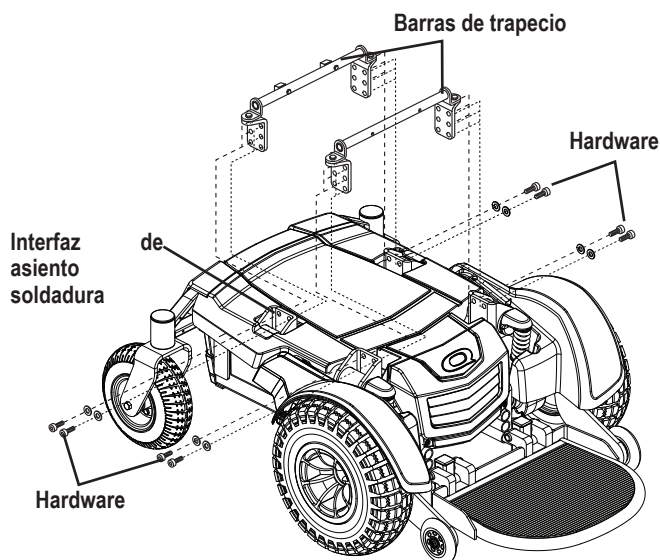

Figura 9. Ajuste de altura/ángulo del asiento
7. Retire el hardware que une las barras trapecoidales a las soldaduras de la interfaz del asiento. **Ver figura 9.**